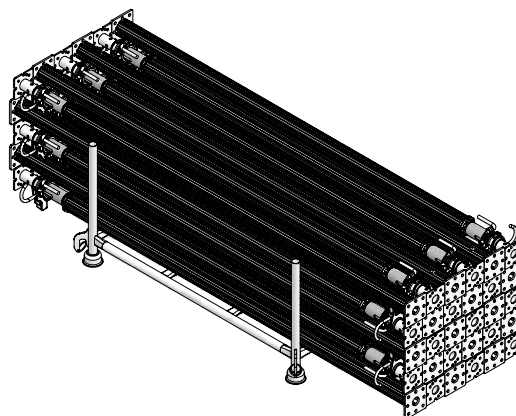

Abb. 36.2 MEP 450 im Stapelgestell
■ 30 MEP 450 1060 kg (Abb. 36.2).